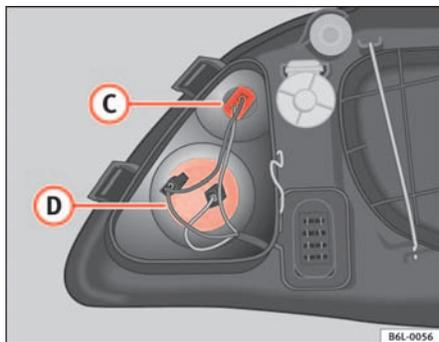

Fig. 147 Luz intermitente
- Gire hacia la izquierda el portalámparas y extráigalo de su alojamiento ⇒ fig. 147 D.